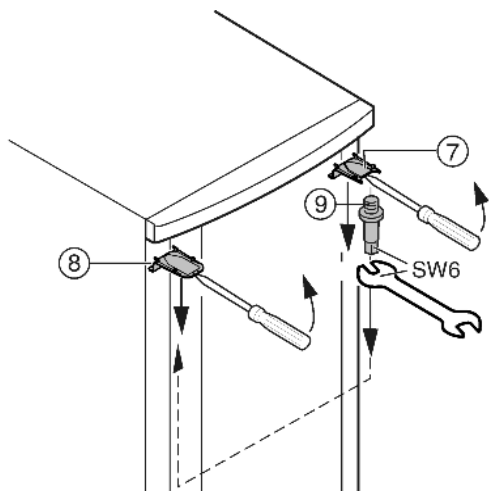

Fig. 6
- ▶ Popustite sprijeda odvijačem gornji pokrov Fig. 6 (7) i pokrov Fig. 6 (8) i uklonite ih koso prema dolje.
- ▶ Odvrnite svornjake ležišta Fig. 6 (9) i zavrnite ih na suprotnoj strani (silom od 4 Nm).
- ▶ Ponovo montirajte pokrov Fig. 6 (7) na strani svornjaka ležišta: umetnite ih straga, a završite sprijeda.
- ▶ Montirajte pokrov Fig. 6 (8) na suprotnoj strani: umetnite ih straga, a završite sprijeda.
- ▶ Objesite vrata gore u svornjak ležišta Fig. 6 (9).